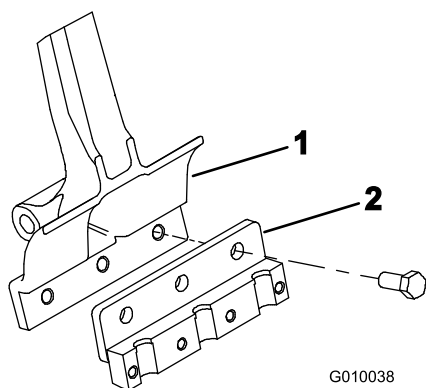

図 22
2. 各タインアームにタインホルダーを取り付ける (図 22) ; ボルト (1/2 x 1-1/4 in) 3 本を使用。ボルトを 101.6 Nm (10.4 kg.m=75 ft-lb) にトルク締めする。